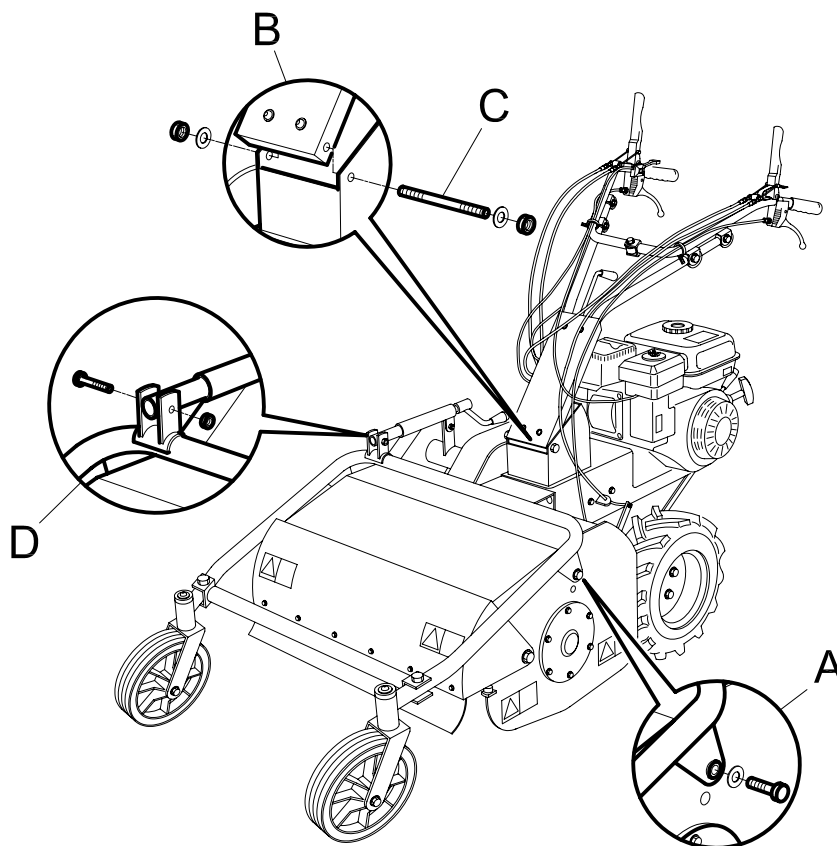

Abbildung 3
- Lenkholm anheben und in die in Abb. 3 Pos. B angegebene Halterung einstecken, dann die Zugstange (Abb. 3 Pos. C) in die entsprechenden Bohrungen stecken und an beiden Seiten mit den mitgelieferten Schrauben und Unterlegscheiben befestigen.
- Fronthalterung mit Rädern positionieren, indem das Höhenverstellrohr (Abb. 3 Pos. D) mittels der mitgelieferten Schraube und Unterlegscheibe angebracht wird. Außerdem an beiden Seiten der Abdeckhaube mit den mitgelieferten Schrauben, Unterlegscheiben und Abstandstücken befestigen wie in Abb. 3 Pos. A angegeben.
- Sicherungsstange (Fig. 3 Pos. E) in die entsprechenden Bohrungen, die sich an der Vorderseite der Radhalterung befinden, durch mitgelieferte Schraube, Unterlegscheibe und Mutter montieren.